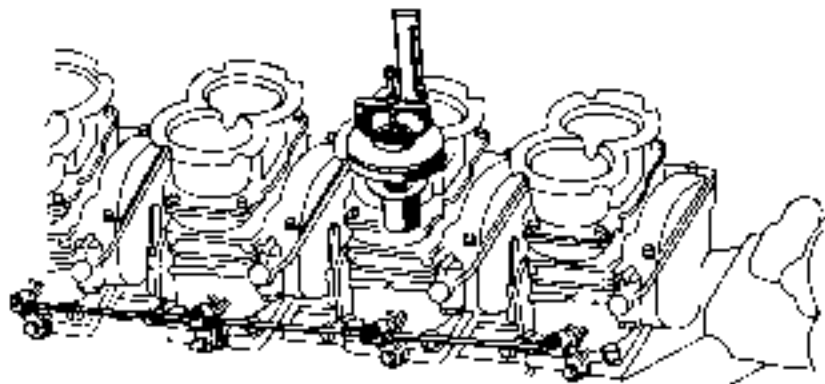

Fig. 51
- Alle Einstellschrauben für die Leerlauf lockern, ausser die des Vergasers Nr. 1 (der dem Kurbel am nächsten steht). Den Synchronisierungsapparat an eine Leitung des Vergasers Nr. 1 drücken und die Mutter des Instrumentes einstellen, bis der Schwimmer sich in Zentrum der Reinehre schwingt (Abb. 51).